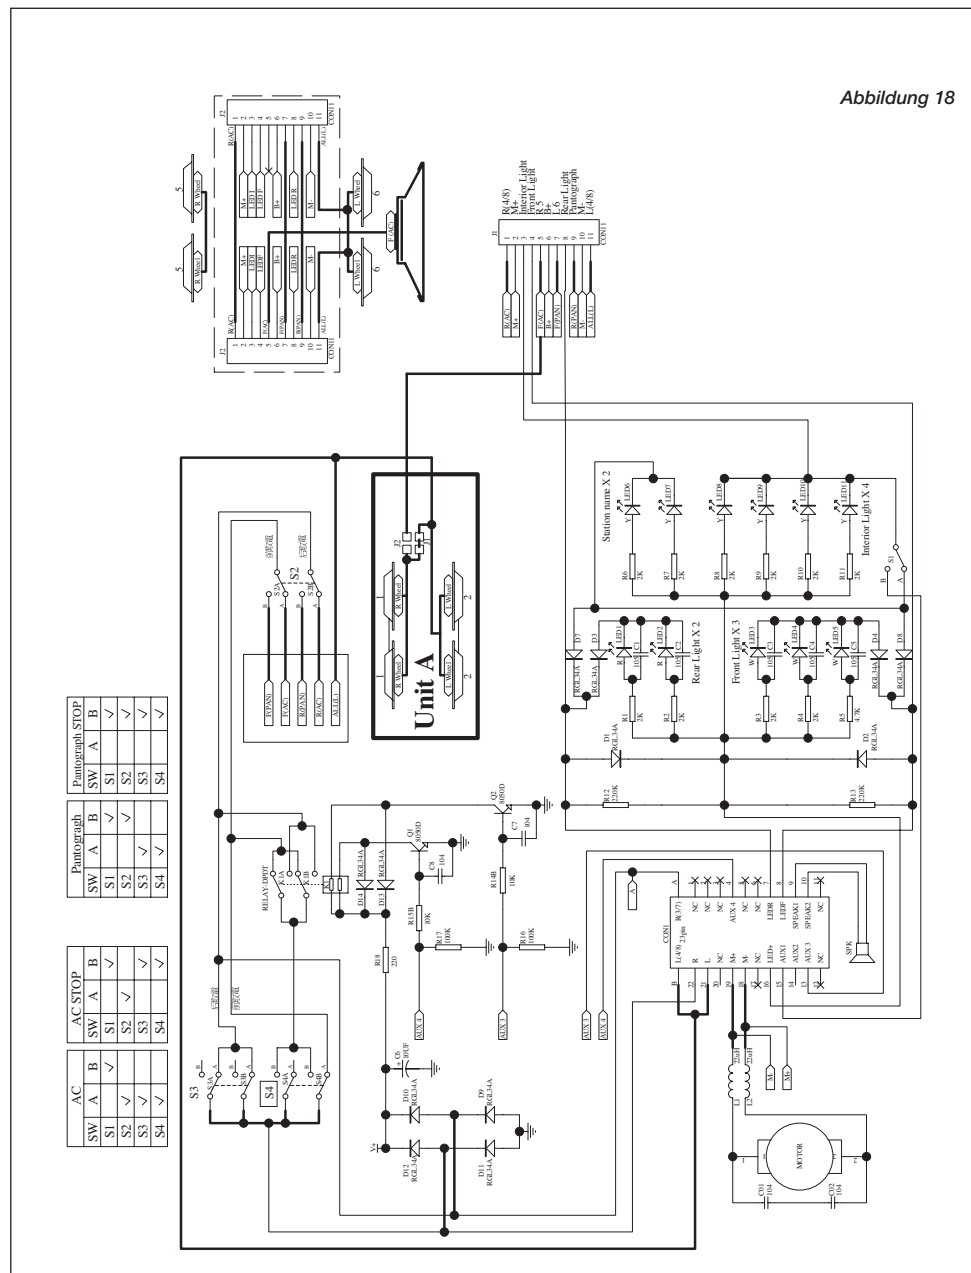

Abbildung 18
Für alle, die sich noch mehr vertiefen wollen, haben wir hier im Anschluss den kompletten Schaltplan für die Versionen in Gleichstrom (DC), Wechselstrom (AC) und Digitalbetrieb (DCC) abgebildet. Basisschaltplan ist die Gleichstromversion (Abb.13-16). Beim Nachrüsten der Platine L33980-380-9 ändert sich das Schaltbild in Wageneinheit A nach Abb.17 für Ihr Gleichstrommodell im Digitalbetrieb (DCC). In der Wechselstromversion (AC und digital) Ihres Modells ist die Platine in der Wageneinheit A und B anders beschaltet. Beachten Sie dazu Abb. 18 und 19. Die Einheiten B und C sind in allen Versionen gleich.